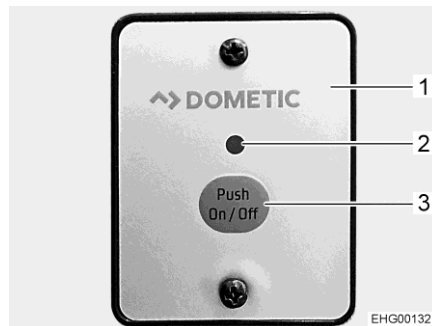

Fig. 181 Interruptor externo (ondulator)
Manejo en el interruptor externo El interruptor externo (Fig. 181,1) está instalado en el lado delantero del baúl-banco.
- Pulsar la tecla "On/Off" (Fig. 181,3). El LED (Fig. 181,2) está iluminado.
- Pulsar la tecla "On/Off" (Fig. 181,3). El LED (Fig. 181,2) se apaga.